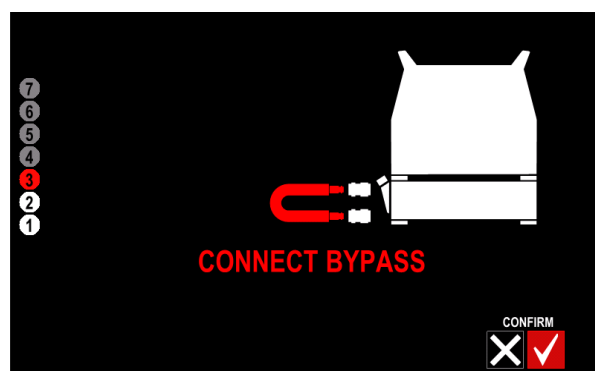

Рисунок 16
- Подключите короткий шланг красного цвета с быстроразъемными соединителями для воды (ОБВОДНОЙ КАНАЛ входит в комплект оборудования) к синему и красному выпускным разъемам, расположенным на фронтальной части системы охлаждения (Рис. 16 или 24). Наблюдайте за контуром циркуляции охлаждающей жидкости.